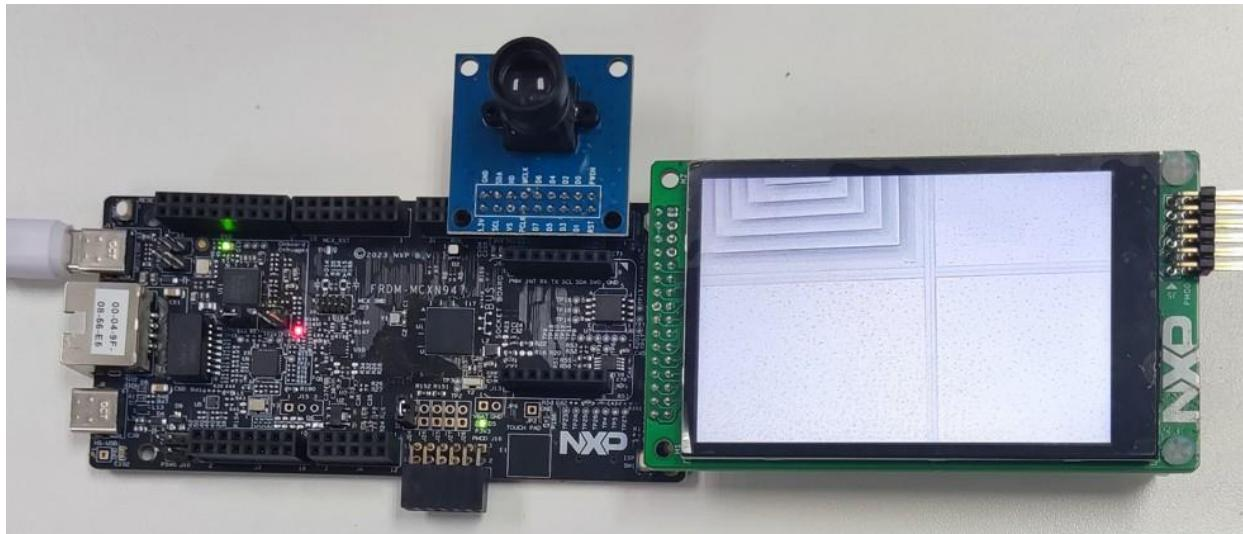

图4. 基于FRDM-MCXN947的演示
3. 参照图4中的接口连接, 将摄像头连接到MCU。
5. LCD显示来自摄像头的视频帧, 参见图4。